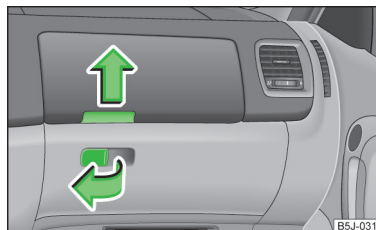

Fig. 67
- Tirare la maniglia dello sportellino nella direzione indicata dalla freccia » **fig. 67** e abbassare lo sportellino